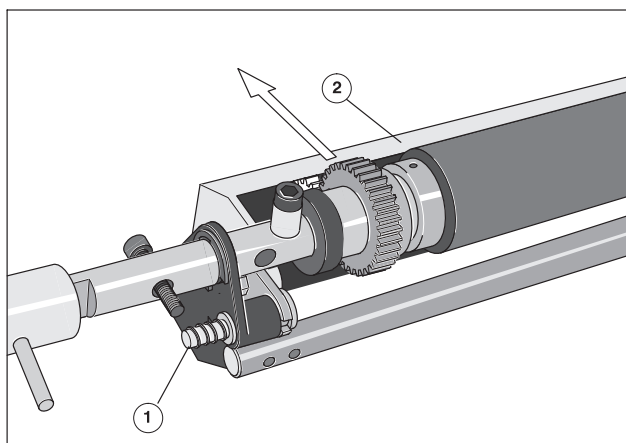
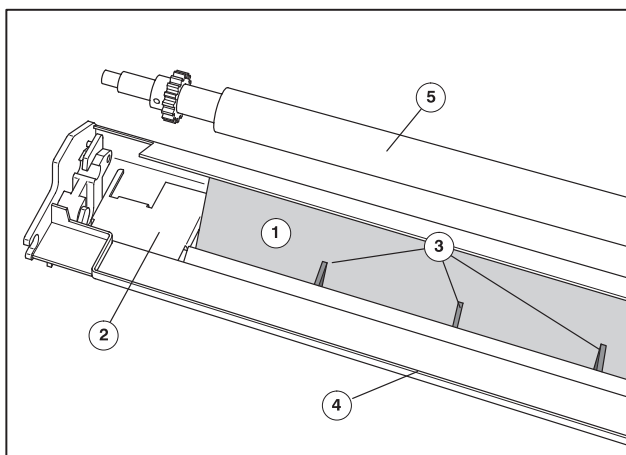
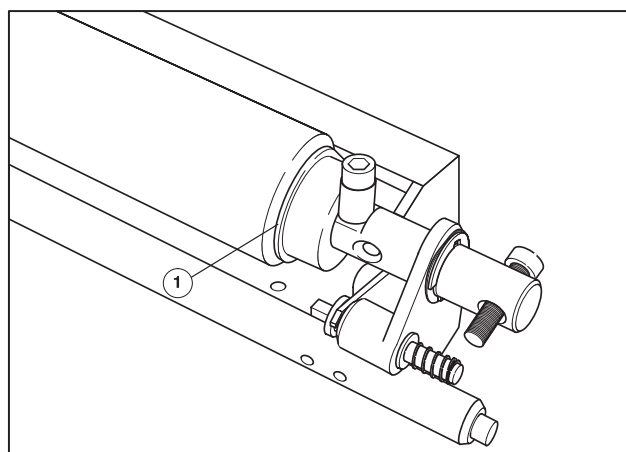

Рис. 21 Демонтаж ванны для смывочного средства
Рис. 22 Смывочный войлок (фетр) при снятом дозирующем валике
Рис. 23 Устройство для смывки офсетного полотна, уплотнение на стороне привода
- ❶ Вдавите штыри на стороне обслуживания (Рис. 21/❶) и на стороне привода.
- ❷ Отведите ванну для смывочного средства (Рис. 21/❷) по направлению стрелки.
- ❸ Удалите дозирующий валик (смотрите раздел "Замена смывочного валика").
- ❹ Выньте из ванны планку-держатель (Рис. 22/❷).
- ❺ Вытащите смывочный войлок (фетр) (Рис. 22/❶) из планки-держателя.
- ❻ Осторожно **очистите** ванну для смывочного средства с помощью ткани, смоченной смывочным средством.
- ❼ Вставьте в планку-держатель (Рис. 22/❷) новый смывочный войлок (фетр) (Рис. 22/❶) позади выступов (Рис. 22/❸).
- ❽ Установите планку-держатель (Рис. 22/❷) в ванну для смывочного средства (Рис. 22/❹).
- ❾ Вставьте дозирующий валик (Рис. 22/❺) и опять смонтируйте устройство для смывки офсетного полотна. При этом обращайте внимание на то, чтобы уплотнитель (Рис. 23/❶) на смывочном валике были выставлены так, чтобы они по радиусу прилегали к дозирующему валику.